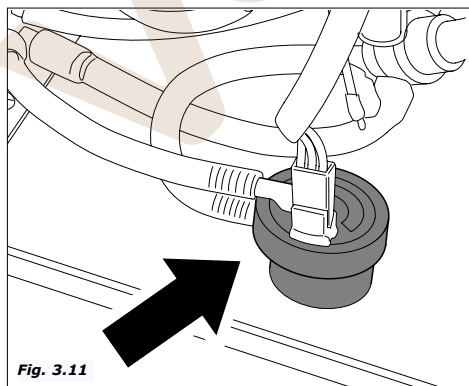

Fig. 3.11
- se activa la bomba que eroga la cantidad de agua programada y, controlada por un apropiado dispositivo electrónico (contador volumétrico), toma desde la caldera de café (Fig. 3.11).
- Se activa la bomba hasta inyectar la cantidad de agua programada. Para controlar la dosis, se utiliza un dispositivo electrónico, (contador volumétrico), situado a la entrada de la bomba (Fig.3.11)